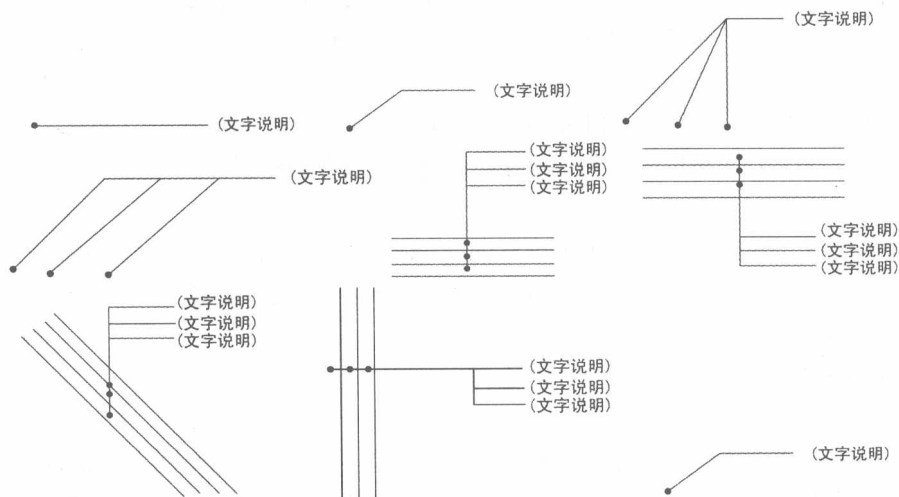

图1-5 引出线形式
(2) 引出线。由图样引出一条或多条线段指向文字说明，该线段就是引出线。引出线与水平方向的夹角一般为  $0^\circ$ 、 $30^\circ$ 、 $45^\circ$ 、 $60^\circ$ 、 $90^\circ$ 。常见的引出线形式如图 1-5 所示，文字说明可以放在引出线的端头，也可以放在引出线水平段之上。